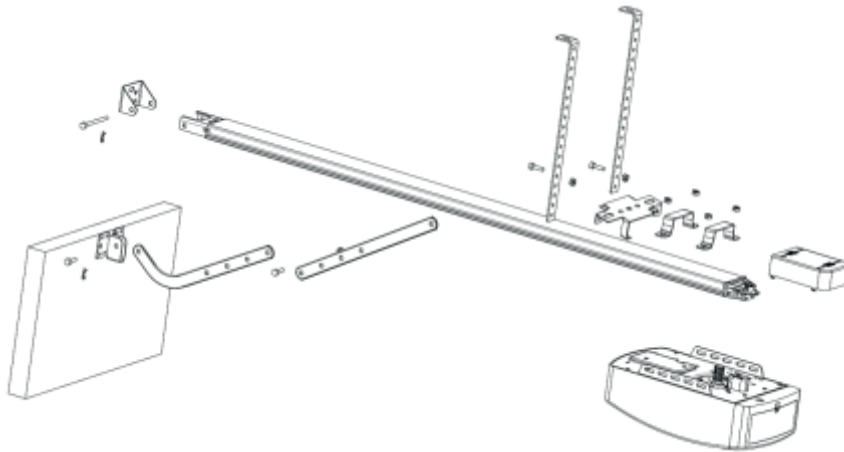
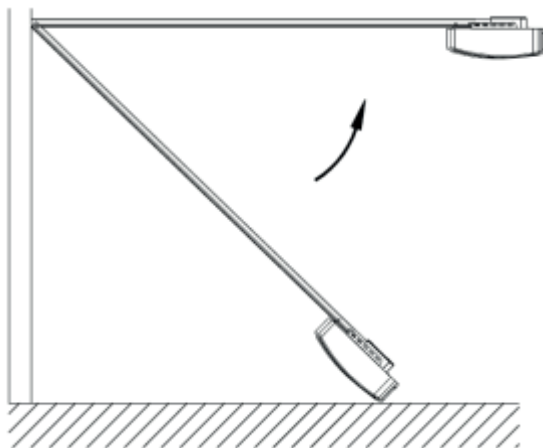

Fig:3
Fig:4
PASO 1 (Fig. 3)
PASO 2 (Fig. 3)
PASO 3 (Fig. 3, Fig. 4)
PASO 4 (Fig. 3, Fig. 5)